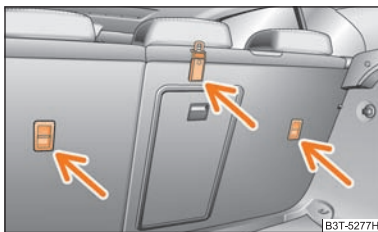

Abb. 169 Rück Sitz: Top Tether
In einigen Ländern erfordern die nationalen gesetzlichen Bestimmungen die Ausstattung der hinteren Sitze mit Befestigungsösen für Kindersitze mit dem „Top Tether“-System ⇒ Abb. 169.
- Befestigen Sie die Kindersitze mit dem „Top Tether“-System nur an den dafür vorgesehenen Stellen ⇒ Abb. 169.